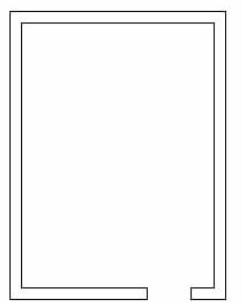

图 3-13 墙线部分
(2)再预留出门的洞口,如图 3-13 所示。用偏移和修剪命令配合操作即可完成。